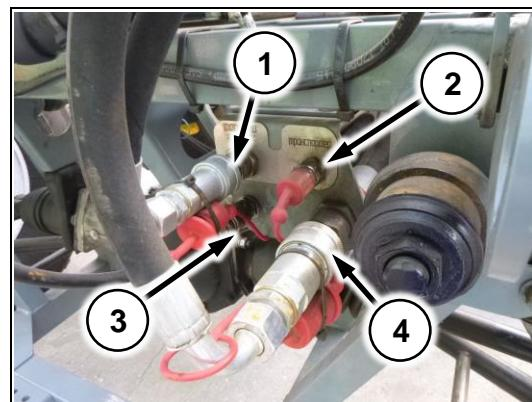

Рис. 57
- (Рис. 57/1) – подача на гидромотор тарелки/хим. насос
- (Рис. 57/2) – подача на гидромотор лента/заправочная помпа
- (Рис. 57/3) – дренаж
- (Рис. 57/4) – общая обратка с гидромоторов